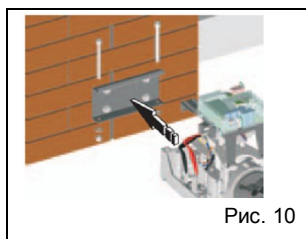

Рис. 10
4) Привод крепят к установленному заднему кронштейну при помощи двух болтов М8х100 и гаек из комплекта (рис. 10).